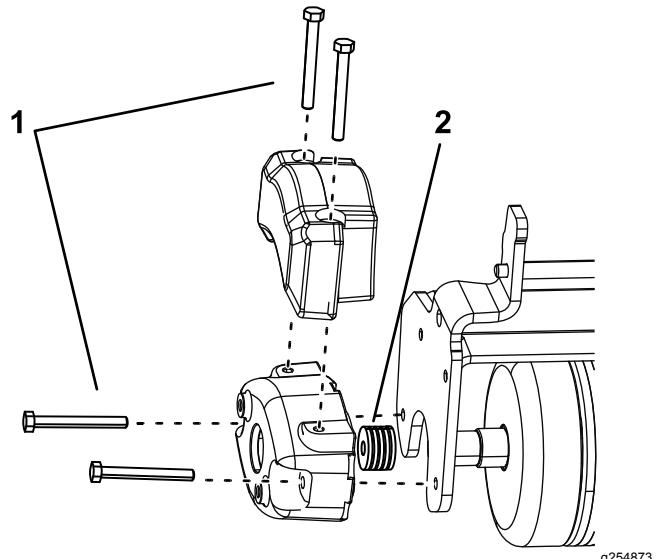

図 5
2. 図 5 のようにボルト 5/16-18 x 2 $\frac{3}{4}$ " 2 本を取り付ける。
3. 各ボルトにスペーサ $\frac{1}{8}$ " 4 個を取り付けるカウンタウェイトとトリローラ側との間 図 5。